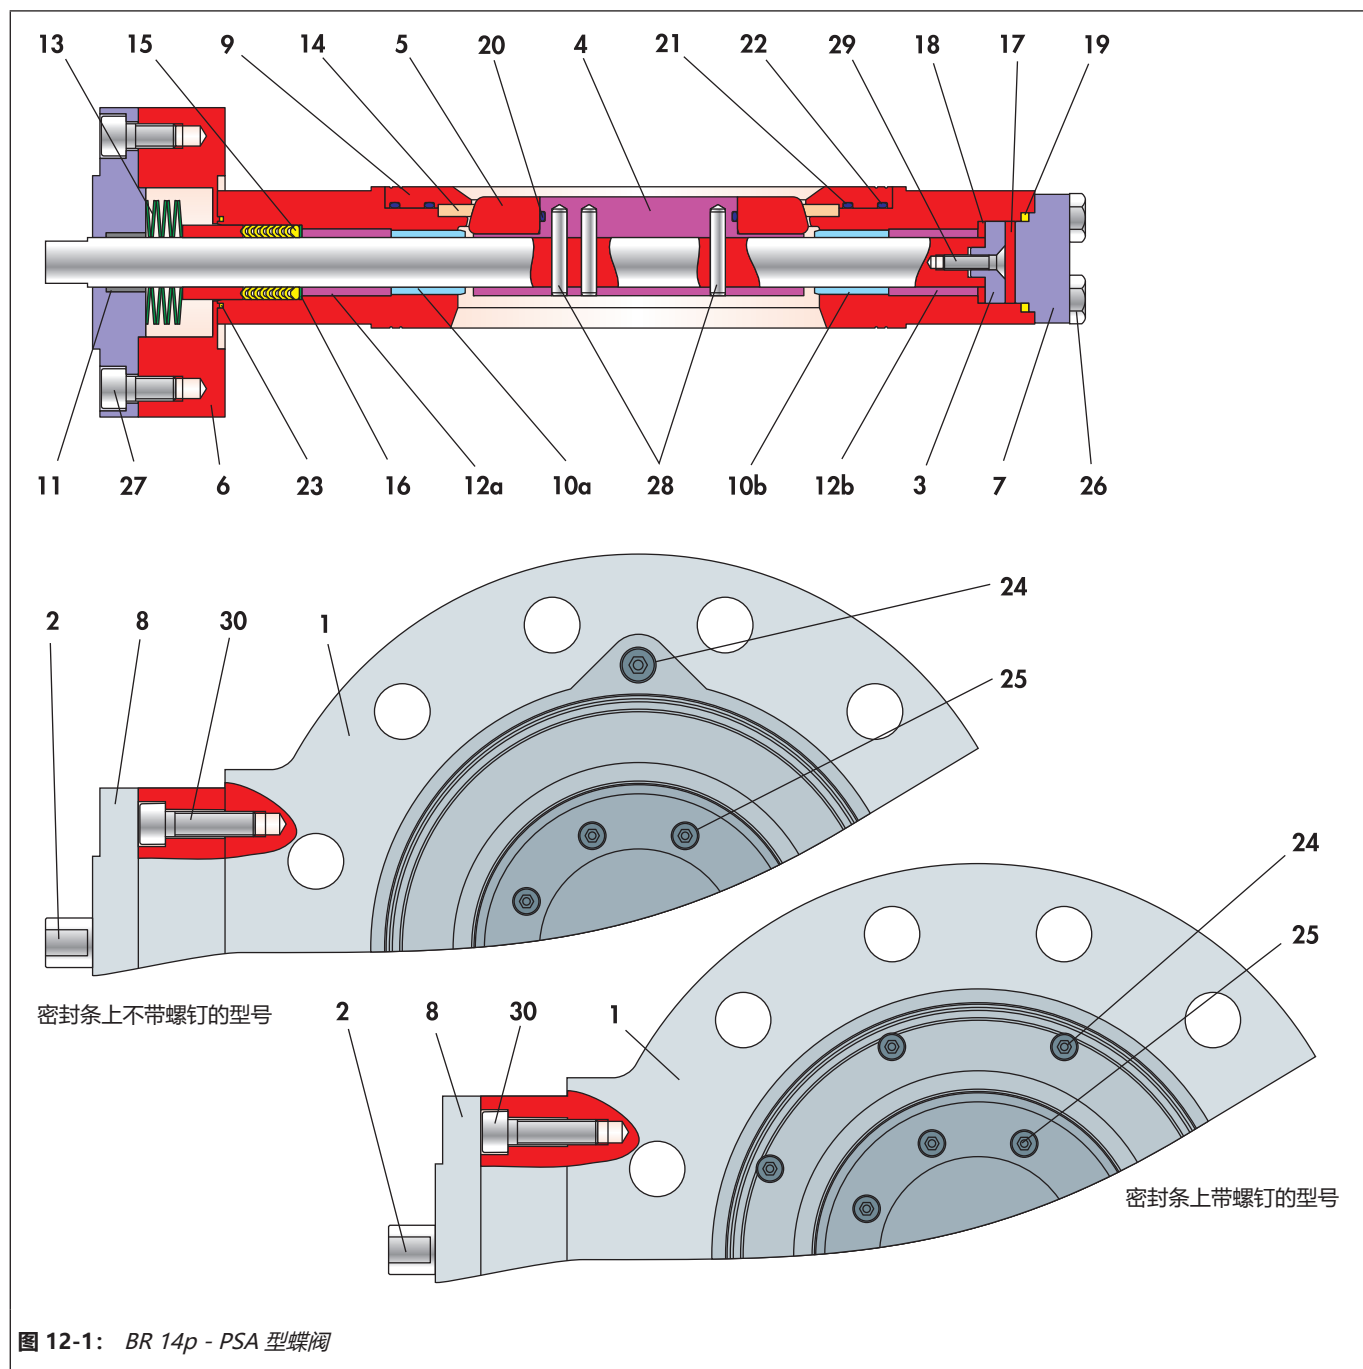

图 12-1: BR 14p - PSA 型蝶阀
- ⇒ 钻出槽销 (28), 用于断开阀盘 (4) 与阀轴 (2) 之间的连接, 并切割出合适的内螺纹。
- ⇒ 使用滑锤拉动槽销 (28), 请参见图 12-1。
- ⇒ 或者, 钻出槽销 (28)